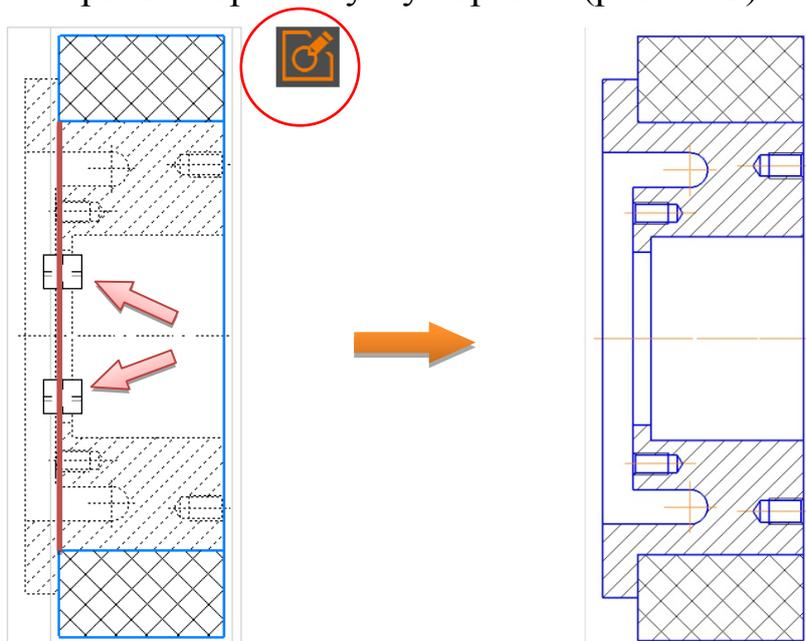

Рис. 2.23. Итог редактирования чертежа «Колесо»
- Нажмите на кнопку «Выйти из режима редактирования макроэлемента» в правом верхнем углу чертежа (рис. 2.23).